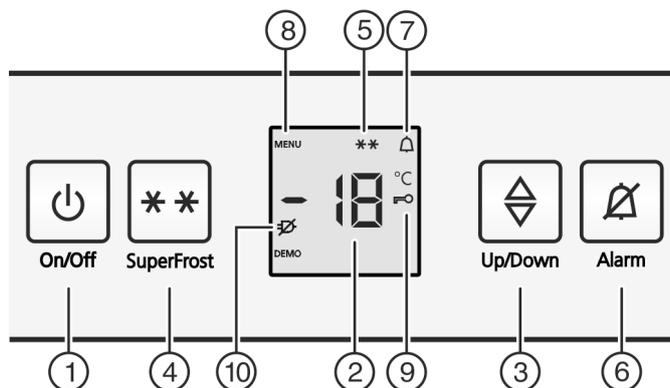

Fig. 2
- ▶ Aan/uit-toets *Fig. 2 (1)* indrukken.
- ▶ Instelmodus activeren: Druk de toets SuperFrost *Fig. 2 (4)* gedurende ca. 5 seconden in.
- ▷ Op de display wordt het symbool Menu *Fig. 2 (8)* weergegeven.
- ▶ Met de toets SuperFrost *Fig. 2 (4)* kort bevestigen.
- ▷ Het symbool Kinderbeveiliging *Fig. 2 (9)* op de display gaat branden.
- ▶ Druk de toets On/Off *Fig. 2 (1)* kort in.
- ▷ Het symbool Kinderbeveiliging *Fig. 2 (9)* gaat uit.
- ▶ Toets Alarm *Fig. 2 (6)* indrukken.
Tegelijkertijd knipperen de temperatuurdisplay en het symbool Alarm *Fig. 2 (7)*.
Het akoestisch alarm stopt automatisch, het symbool Alarm *Fig. 2 (7)* gaat uit en de temperatuurdisplay houdt op met knipperen, wanneer de temperatuur weer laag genoeg is.